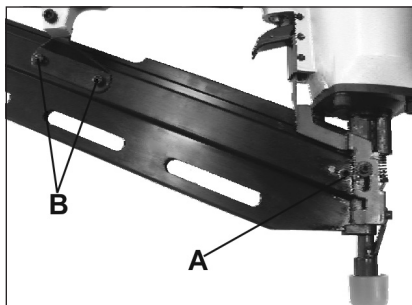

Рисунок 10
- Открутите 2 винта (А) и 2 гайки (В) (рис. 10).